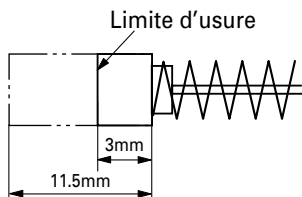

Fig. 9
4. Contrôle des balais en carbone (Fig. 9)